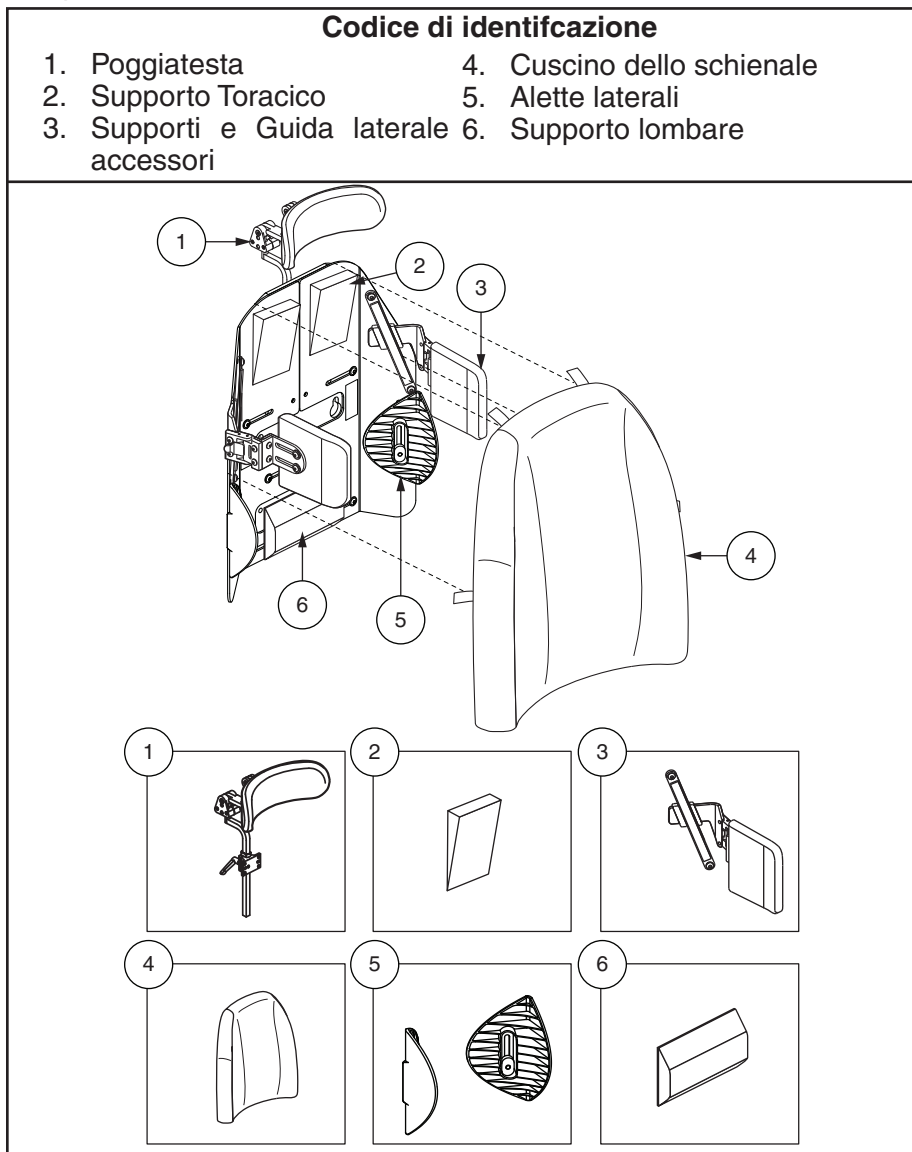

Figura 23. Le componenti del TRU-Comfort 2
Il TRU-Comfort 2 è uno schienale unico nel suo genere che è disponibile per garantire comfort e soddisfacimento delle esigenze di posizionamento dell'utente. **La figura 23** fornisce informazioni sulle componenti rimovibili e regolabili del TRU-Comfort 2. Prima di far uso del TRU-Comfort 2, si faccia riferimento a questi diagrammi così da prendere confidenza con la funzione e la localizzazione di ciascuna componente.
1. In base alle esigenze dell'utente affinché siano confortevoli e adeguati al suo posizionamento, posizionare il supporto lombare ed i supporti toracici con il lato piatto rivolto verso il basso e premerli contro lo schienale. Posizionare i supporti laterali e le alette laterali secondo le necessità dell'utente e poi fissare il tutto con viti o dadi. **Vedi figura 23.**
2. Posizionare il cuscino dello schienale così che le linguette delle chiusure riutilizzabili a gancio-anello siano rivolte contro lo schienale. Sistemare prima il cuscino su ogni tipo supporto — lombare, laterale e toracico — e poi fissare il cuscino allo schienale usando chiusure riutilizzabili a gancio-anello. **Vedi figura 23.**
1. Rimuovere il cuscino dello schienale dallo stesso schienale prima staccando le chiusure a gancio-anello riutilizzabili di fissaggio tra cuscino e schienale e, poi, tirando il cuscino verso di sé. **Vedi figura 23.**
6. Una volta che il rivestimento è asciutto, ripreparate il cuscino e posizionate lo sullo schienale così che le linguette delle chiusure a gancio-anello siano rivolte verso lo stesso schienale. Sistemate il cuscino sopra ogni supporto - lombare, laterale e toracico — e poi fissate il cuscino allo schienale facendo uso delle chiusure a gancio anello. **Vedi figura 23.**